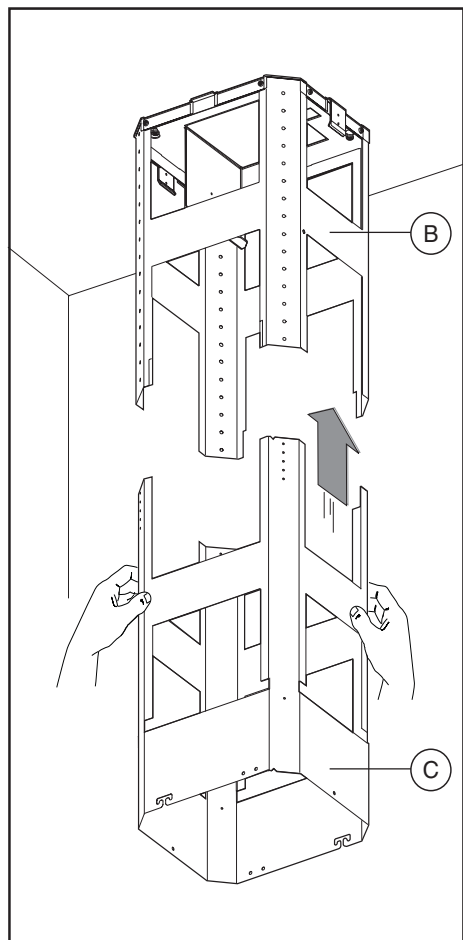

Fig.5
- Prendere la parte inferiore della struttura telescopica **C** ed inserirla su quella superiore **B** (fig.5).